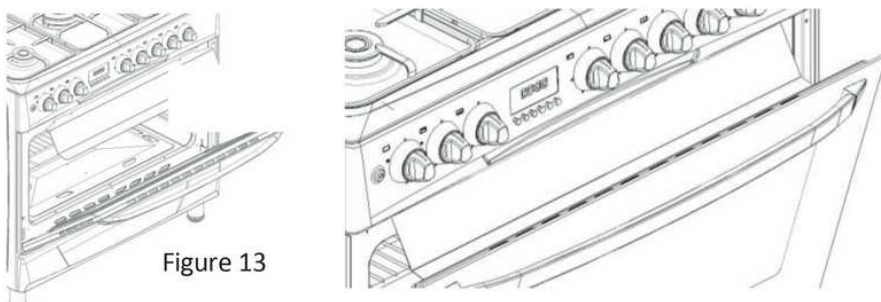

Figure 13
- Lors de l'utilisation du brûleur supérieur dans le cas des fours à gaz, la porte du four s'ouvre comme indiqué sur la figure 13.